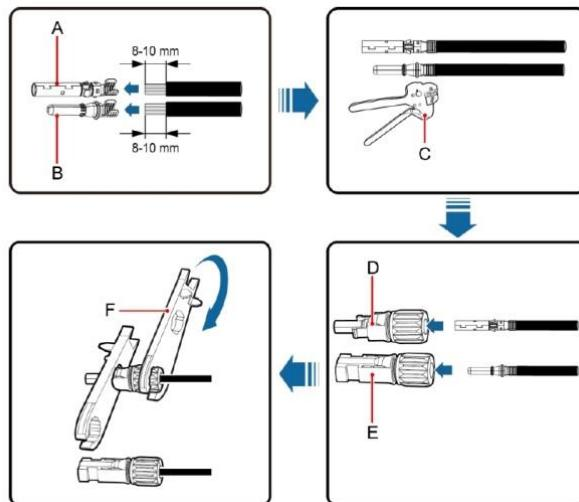

图 5.2 MC4 直流连接器与光伏组串的连接
- (1) 按照图 5.2 所示，将光伏组串的输出导线与逆变器配置的直流连接器相连。松开连接器的紧固螺帽；剥去直流线缆的大约为 15mm 绝缘层，用压线钳将标配的金属端子压紧，尾部防水处紧固力矩为 2.5-3Nm。正极和负极连接器的接线方法相同。确认光伏组串的正负极与正负极连接器正确对应并紧固连接；